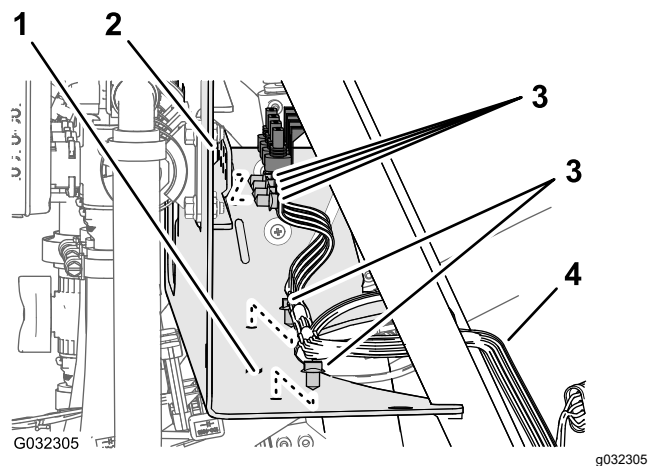

Figura 24
- Retire las grapas que sujetan el arnés de cables trasero a los orificios del lado delantero y de la placa inferior del soporte del distribuidor (Figura 24).